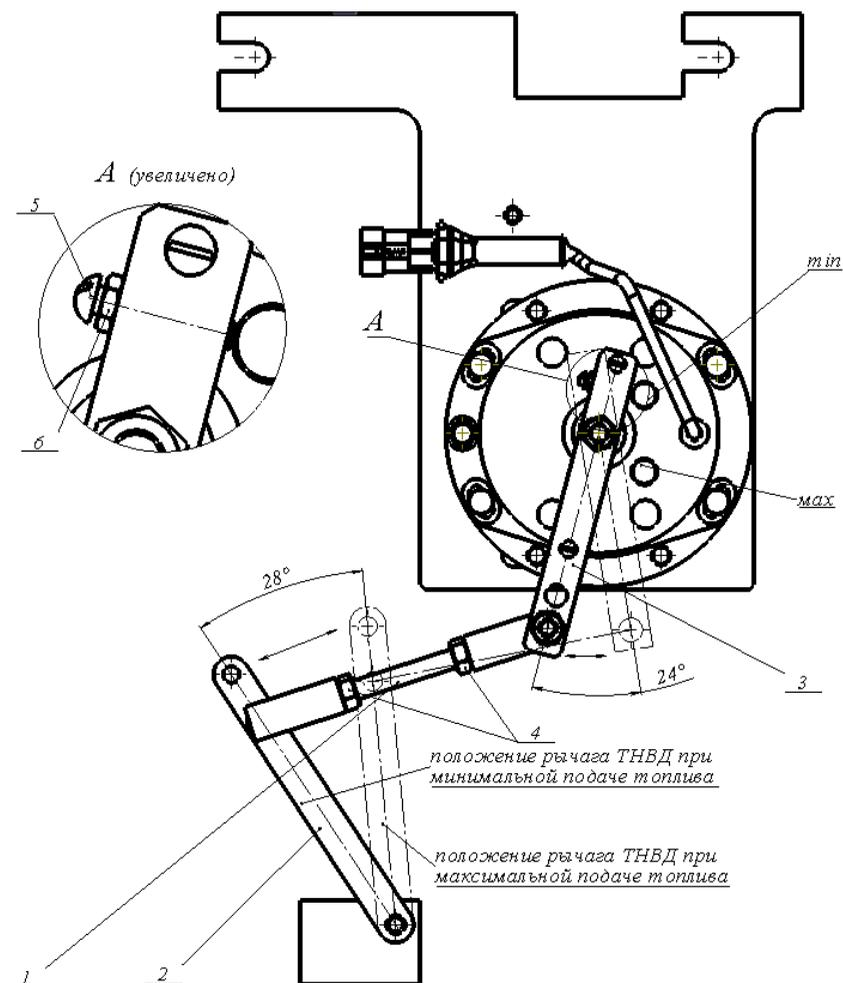

Рисунок 1.2 – Схема регулировки актуатора АП-01
Схема регулировки показана на рис. 1.2. Порядок действий при выполнении регулировочных работ:
1.Соединить сферический шарнир тяги 1 со вторым отверстием на рычаге ТНВД 2 (см. рис. 1.2).
2. Переместить рычаг ТНВД 2 по часовой стрелке до упора (штрихпунктирное положение рычага ТНВД при максимальной подаче топлива ), а рычаг актуатора АП-01 3 против часовой стрелки до упора *max*. (см.рис. 1.2 штрихпунктирное положение рычага АП-01).
4. Переместить рычаг ТНВД 2 против часовой стрелки до упора, соответствующего минимальной подаче топлива (на рис. 1.2 сплошные линии). В этом положении отрегулировать глубину ввинчивания винта 5 рычага АП-01 так, чтобы конец винта упирался в упор *min* актуатора.